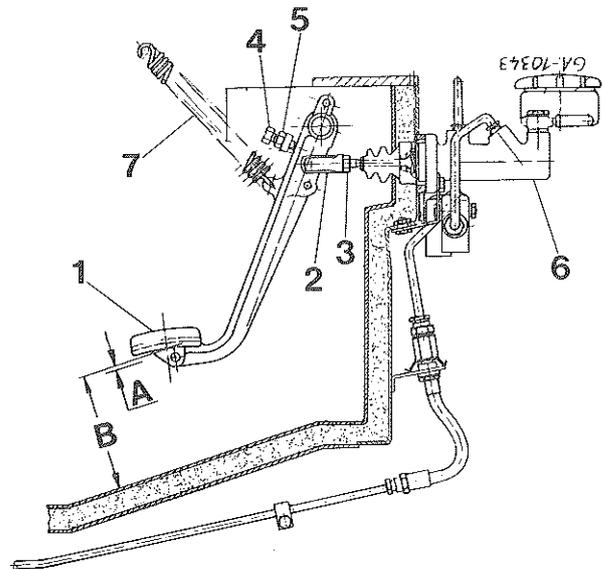

Figure 96
Vérifiez et réglez le jeu (A) Fig. 96 de la façon suivante :